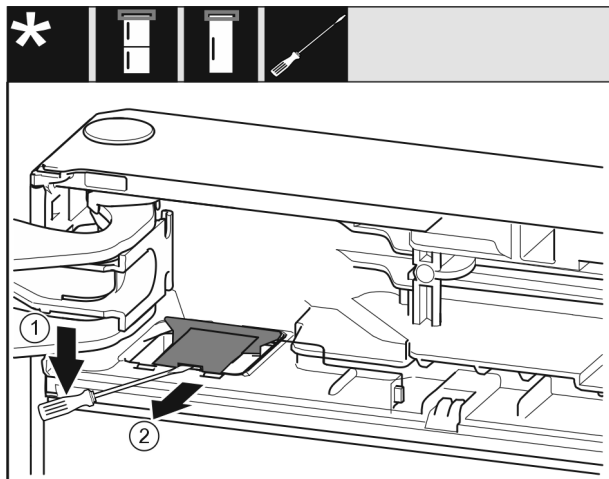

Fig. 10
- ▶ Avec un tournevis plat détacher et garder le cache. Fig. 10 (1)
- ▶ Sortir le cache. Fig. 10 (2)